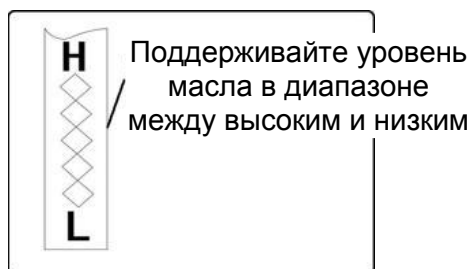

Рисунок 35
4. Выкрутите масляный щуп из маслозаливной горловины. Отметьте уровень масла. Если уровень масла на масляном щупе ниже отметки “**LOW**” (“НИЗКИЙ”), аккуратно долейте масло до отметки “**HIGH**” (“ВЫСОКИЙ”) (см. рис.35).